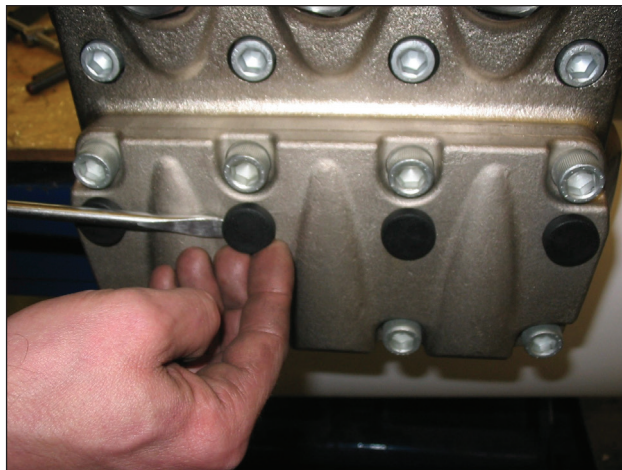

Рис. 41
- Снимите 4 заглушки с отверстий в крышке всасывающих клапанов (Рис. 41).